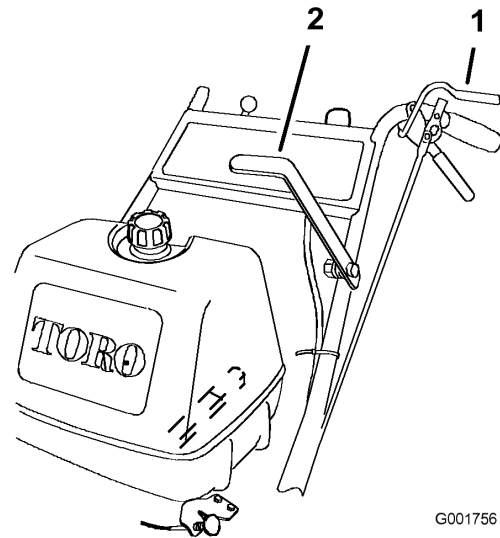

Figura 8
1. Apriete las palancas de Control de Presencia del Operador (CPO) contra el manillar (Figura 8).
2. Empuje la palanca de control de las cuchillas (PTO) firmemente hacia adelante hasta que se enganche en el centro (Figura 8).
Para desengranar las cuchillas, tire hacia atrás de la palanca de control de las cuchillas hasta que haga tope (Figura 8). El motor se parará si se liberan las palancas CPO con la palanca de control de las cuchillas engranada.